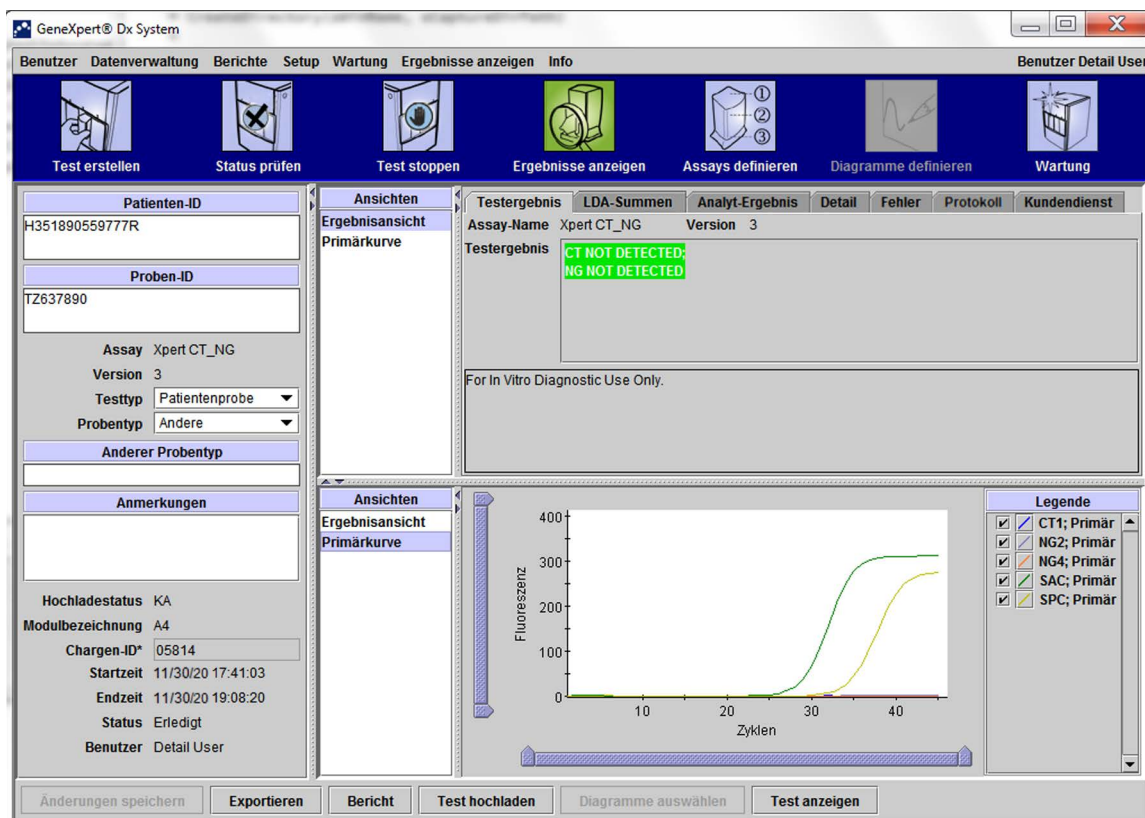

Abbildung 5-36. GeneXpert Dx Fenster „Ergebnisse anzeigen“
1. Klicken Sie im GeneXpert Dx System-Fenster in der Menüleiste auf **Ergebnisse anzeigen**. Das Fenster „Ergebnisse anzeigen“ wird angezeigt. Siehe Abbildung 5-36.
Das Fenster „Ergebnisse anzeigen“ enthält unterschiedliche Funktionen für die verschiedenen Benutzertypen. Abschnitt 5.12.2, Ansicht für einfache Benutzer beschreibt das Fenster „Ergebnisse anzeigen“ für einfache Benutzer. Abschnitt 5.12.3, Ansicht für Detail-Benutzer und den Administrator beschreibt das Fenster „Ergebnisse anzeigen“ für Detail-Benutzer und den Administrator. Abbildung 5-36 zeigt das Fenster „Ergebnisse anzeigen“ für Detail-Benutzer und den Administrator.